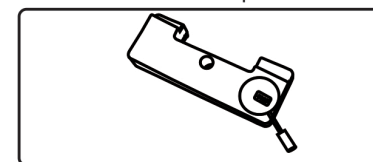
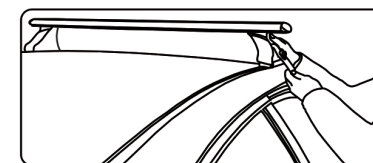

рис. 18
рис. 19
1.3.2 Предварительно установите дугу с опорами на крышу вашего автомобиля в соответствии с информацией на подушках (рис. 18). Определите место установки опор \*1 относительно центра крыши автомобиля (см. информацию в таблице сборки) (рис. 19).